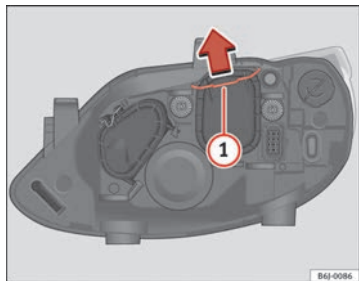

Abb. 153 Abblendlicht
- Verschieben Sie die Strebe ⇒ Abb. 153 ① in Pfeilrichtung und nehmen Sie den Deckel ab.